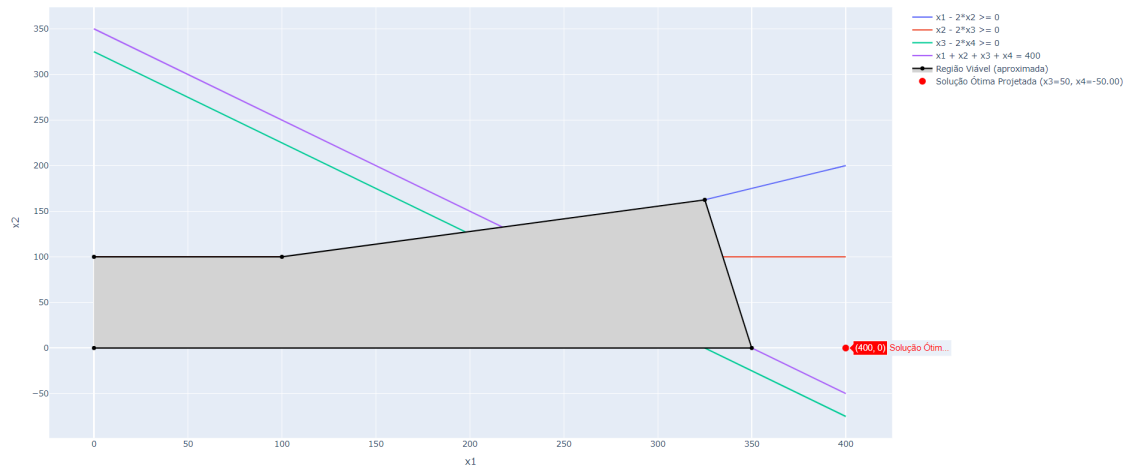
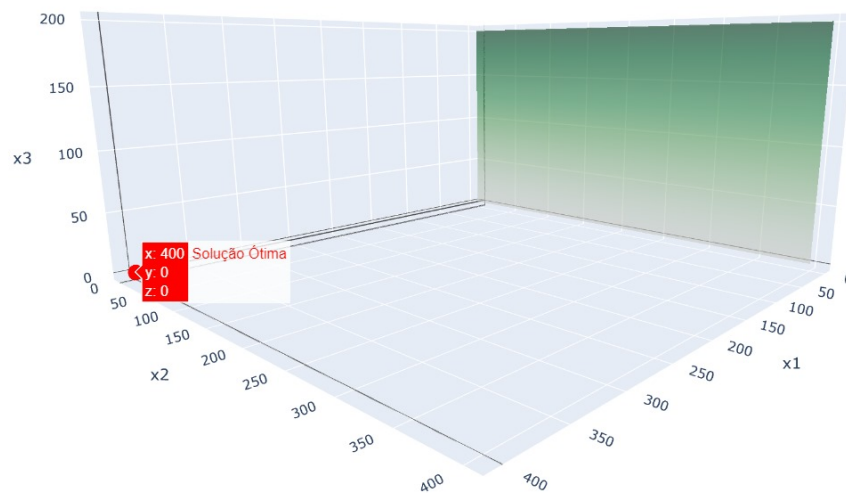

Figura 7: Plot 2D do 4º Problema
Figura 8: Plot 3D do 4º Problema
As Figuras 7 e 8 ilustram a representação gráfica do Problema 4. Devido à alta dimensionalidade do problema (4 variáveis), a plotagem direta da região factível se torna complexa. Portanto, optamos por apresentar uma projeção 2D da região factível no plano  $x_1x_2$  (Figura 7), fixando o valor de  $x_3$ , e uma visualização 3D que destaca a solução ótima e as restrições projetadas em três dimensões (Figura 8).
### 4.6.1 Análise do Gráfico 2D (Figura 7)
A Figura 7 apresenta uma projeção da região factível no plano  $x_1x_2$ , fixando  $x_3$  em um valor específico.
**Região Factível Projetada:** A área sombreada em cinza claro na Figura 7 representa a região factível projetada, ou seja, o conjunto de todos os pontos  $(x_1, x_2)$  que, para o valor fixo de  $x_3$ , satisfazem as restrições do problema.
**Solução Ótima Projetada:** A estrela vermelha na Figura 7 representa a solução ótima do problema projetada nesse plano, considerando o valor fixo de  $x_3$ .
#### 4.6.2 Análise do Gráfico 3D (Figura 8)
A Figura 8 complementa a análise com uma perspectiva tridimensional. Devido à dificuldade de representar um espaço de quatro dimensões, algumas restrições são apresentadas como planos para auxiliar a visualização.
1. **Solução Ótima:** A estrela vermelha na Figura 8 representa a solução ótima do problema em quatro dimensões, com a coordenada  $x_4$  determinada pela restrição de igualdade ( $x_4 = 400 - x_1 - x_2 - x_3$ ).
Projeção da região factível no plano  $x_1x_2$ , na figura 7, com  $x_3$  fixo. A região viável projetada (cinza claro) é delimitada pelas restrições projetadas, com a solução ótima projetada neste plano destacada em vermelho.
Representação da solução ótima (estrela vermelha) e dos planos de restrições, visíveis na figura 8. Devido à alta dimensionalidade, a região factível não é diretamente visível, mas está contida na intersecção das regiões delimitadas pelos planos.